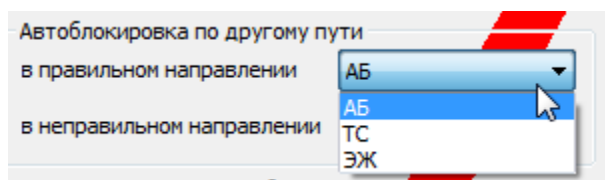

Рис.189
8. Если многопутный перегон закрывается только по одному пути, необходимо указать средства связи используемые для движения по другому пути перегона в правильном и неправильном направлении из выпадающего списка (см. рис. 189, 190).